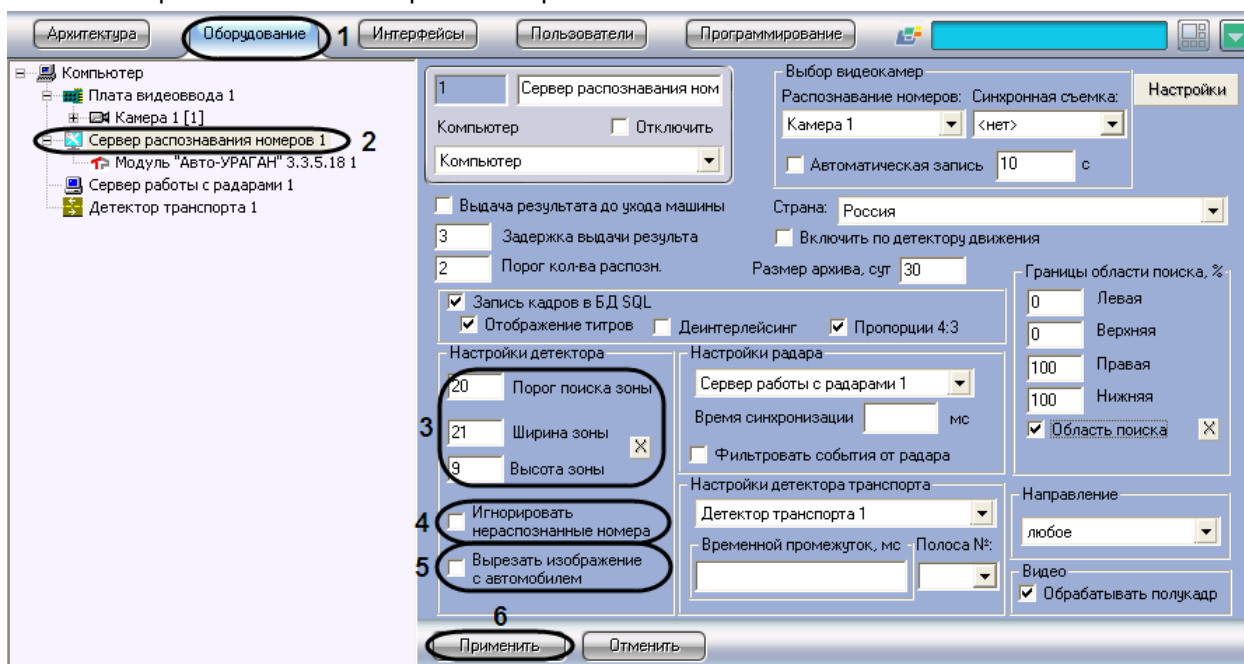

Рис. 7.2-25. Настройка детектора
1. В диалоговом окне «Настройка системы» перейти на вкладку «Оборудование» (см. Рис. 7.2-25, 1).
2. В дереве объектов на вкладке «Оборудование» выбрать объект «Сервер распознавания номеров», соответствующий активированному программному модулю «Авто-УРАГАН 3.3.5.18» (см. раздел «Активация программного модуля, используемого для распознавания номеров», Рис. 7.2-25, 2). В правой части вкладки «Оборудование» отобразится панель настройки выбранного объекта
3. Задать параметр «Порог поиска зоны» (см. Рис. 7.2-25, 3).
5. При необходимости установить флажок «Игнорировать нераспознанные номера» (см. Рис. 7.2-25, 4).
6. При необходимости установить флажок «Вырезать изображение с автомобилем» (см. Рис. 7.2-25, 5).
7. Нажать кнопку «Применить» (см. Рис. 7.2-25, 6).